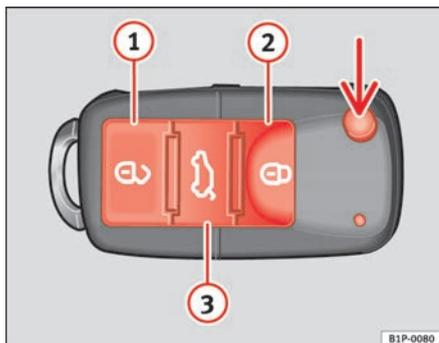

Abb. 42 Tastenbelegung Funkschlüssel
Mit der Taste ⇒ Abb. 42 (Pfeil) der Fernbedienung wird der Schlüsselbart ausgeklappt.
Fahrzeug entriegeln ⇒ Abb. 42 ①.
Fahrzeug verriegeln ⇒ Abb. 42 ②.
Heckklappe entriegeln. Drücken Sie die Taste ⇒ Abb. 42 ③, bis alle Blinkleuchten am Fahrzeug kurz aufblinken. Nach Drücken der Entriegelungstaste ③ können Sie die Heckklappe innerhalb von 2 Minuten öffnen. Nach Ablauf dieser Zeit wird die Heckklappe wieder verriegelt.
Zum Umschalten zwischen den Zuständen Verriegelt/Entriegelt betätigen Sie die Taste  bzw. die Taste **1** ⇒ **Seite 82, Abb. 42** am Funkschlüssel. ▶